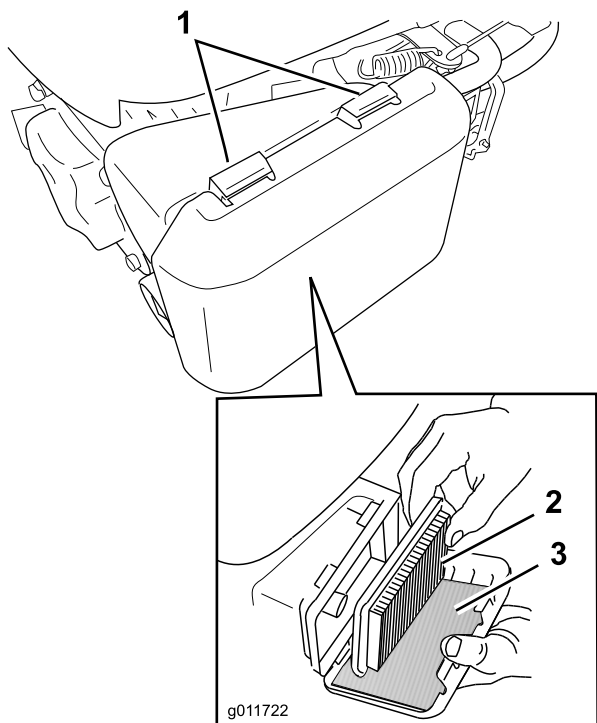

Bild 28
1. Drücken Sie die Verriegelungslaschen oben an der Liftfilterabdeckung nach unten (Bild 28).
3. Entfernen Sie den Papierfilter und den Schaumvorfilter (**Bild 28**).